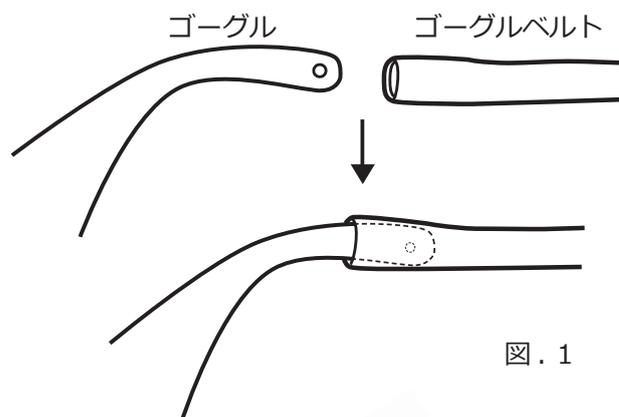

図.1
(2) ゴーグルの装着・使い方
- ① ゴーグルに割れ、ヒビ、破損などがなくを確認してください。
- ② ゴーグルベルトを図.1のように装着してください。
- ① Lプロハーネスを図1のように装着してください。